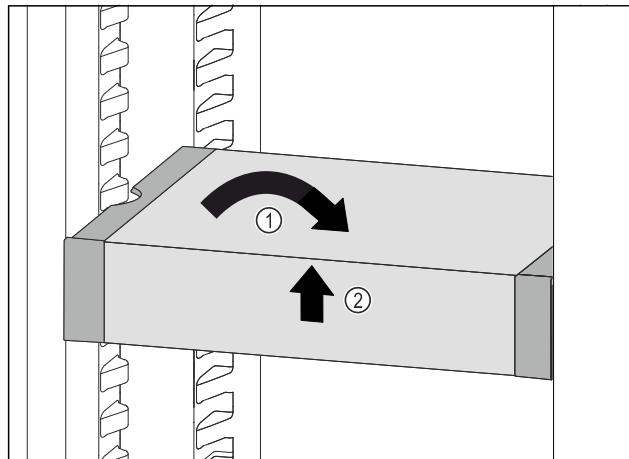

Fig. 134
► Predal VarioSafe postavite ravno. Fig. 134 (1)
► Predal VarioSafe dvignite spredaj. Fig. 134 (2)